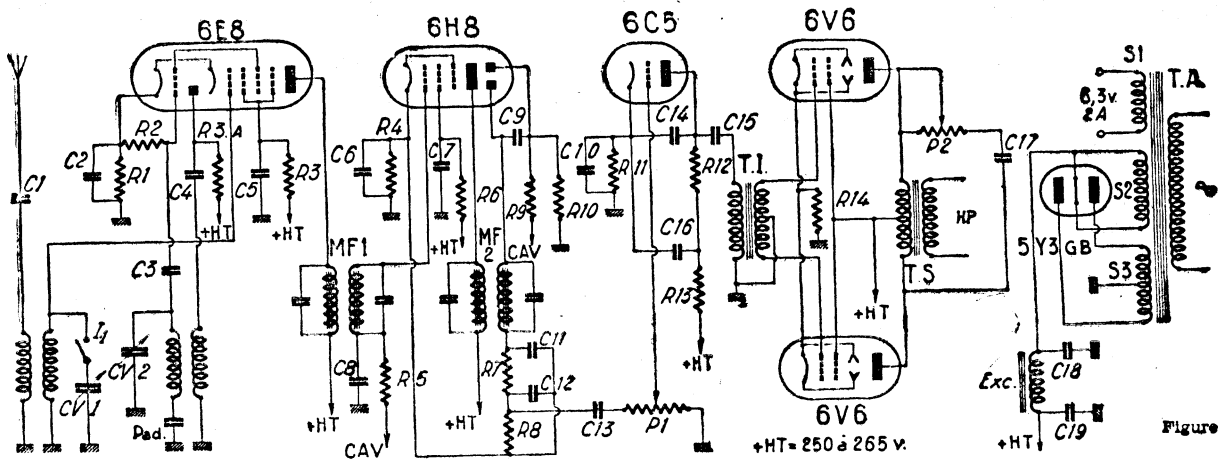

Figure 1
b) **Récepteur Image.** — Pour augmenter la sensibilité, on peut ajouter un ou deux étages MF, avec le même schéma que celui de la figure 1 et les mêmes lampes.